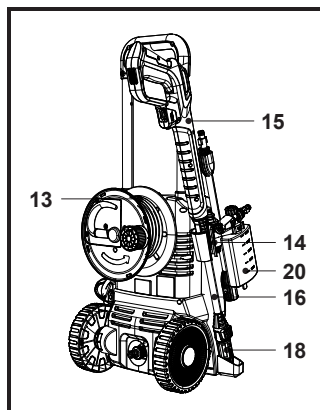

Fig. 24
3. Enrole a mangueira de pressão (13) e guarde a pistola de pulverização (15), a lança de extensão (16), o bocal do recipiente do detergente (20) e o bocal (18/19) (Fig. 24).
4. Transporte sempre a máquina pela pega de transporte (1) e pelas rodas traseiras (8).